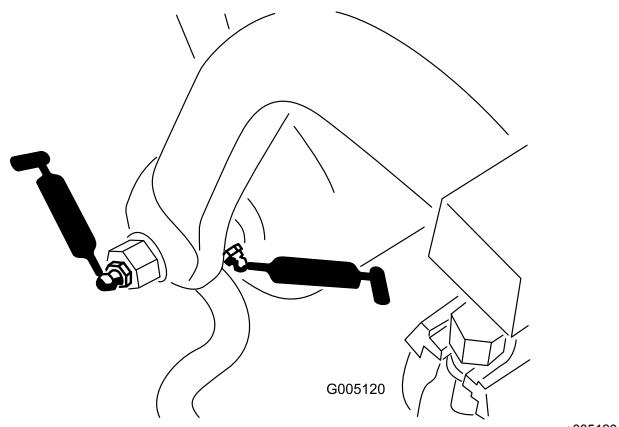

Bild 30
- Zugrahmenwelle und Rolle (12) (Bild 30)